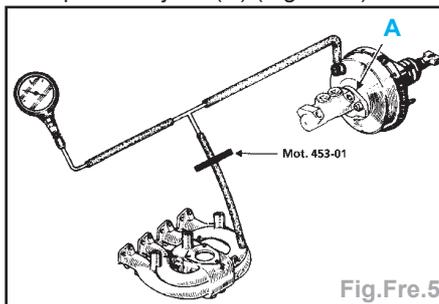

Fig.Fre.5
- Nota :** Lors d'un contrôle d'étanchéité du servofrein, s'assurer d'une parfaite étanchéité entre celui-ci et le maître-cylindre. En cas de fuite à ce niveau, remplacer le joint (A) (Fig.Fre.5).